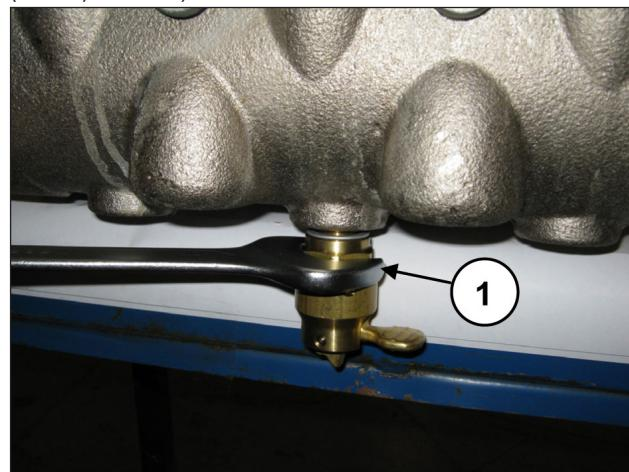

Abb. 105
Drehen Sie den Ventilöffner mit einem 30 mm Schlüssel ab (Pos. ①, Abb. 105).